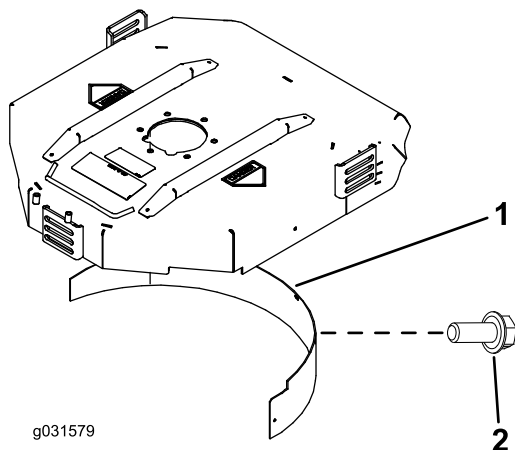

Рисунок 19
2. Установите дефлектор для мульчирования в отверстие задней стенки и закрепите его пятью болтами с фланцевой головкой (Рисунок 19).